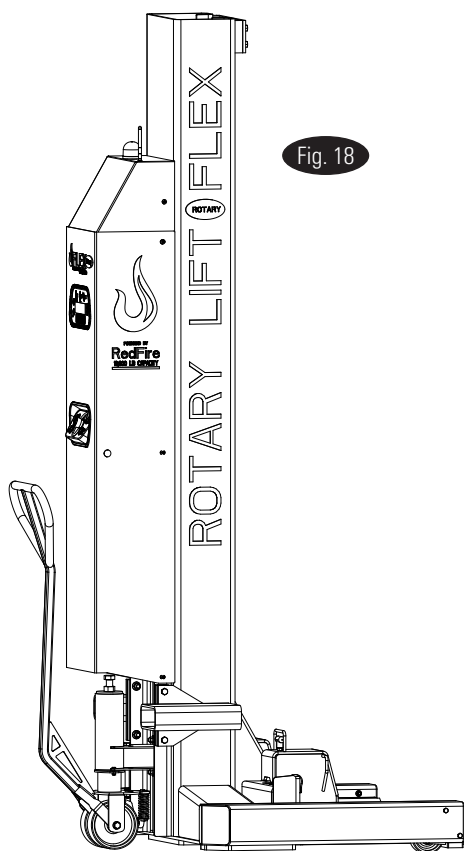

Fig. 18
- b.) La poignée de roulettes se verrouille sur la roue lorsque la poignée est tournée en position verticale, Fig. 18.